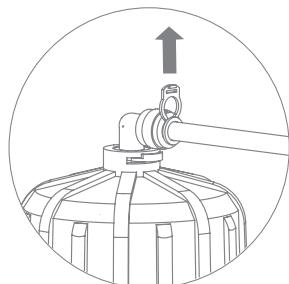

Рис. 15
3. Отсоедините стопорную клипсу, фиксирующую цангу (рис. 15). Отсоедините трубку, удерживая цангу прижатой к корпусу (см. раздел «Отсоединение трубок» (стр. 10)). При необходимости отсоедините все трубы от корпуса мембранны и извлеките его из корпуса фильтра.